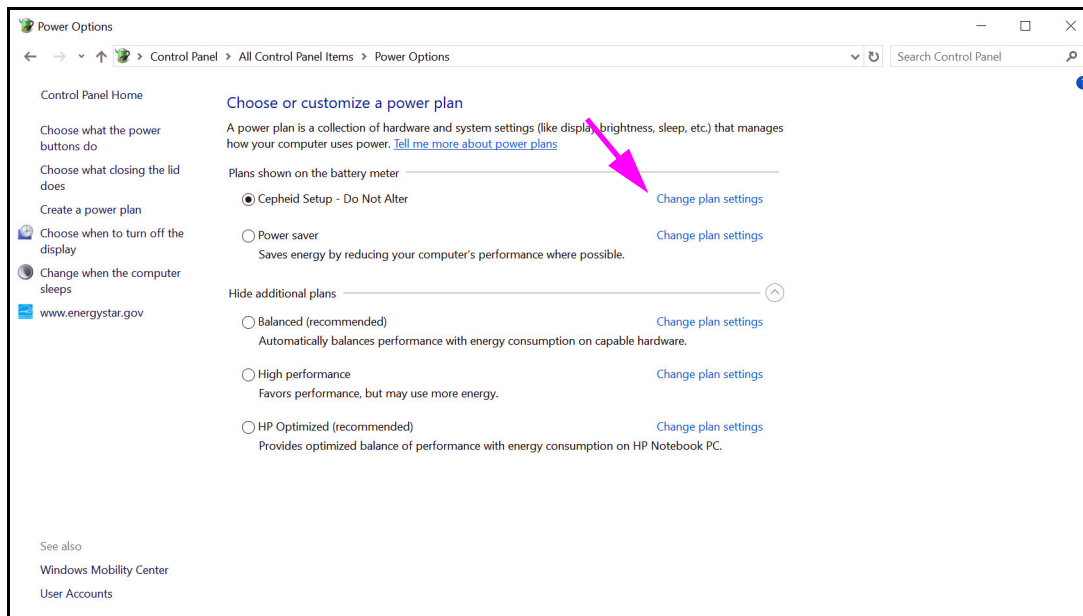
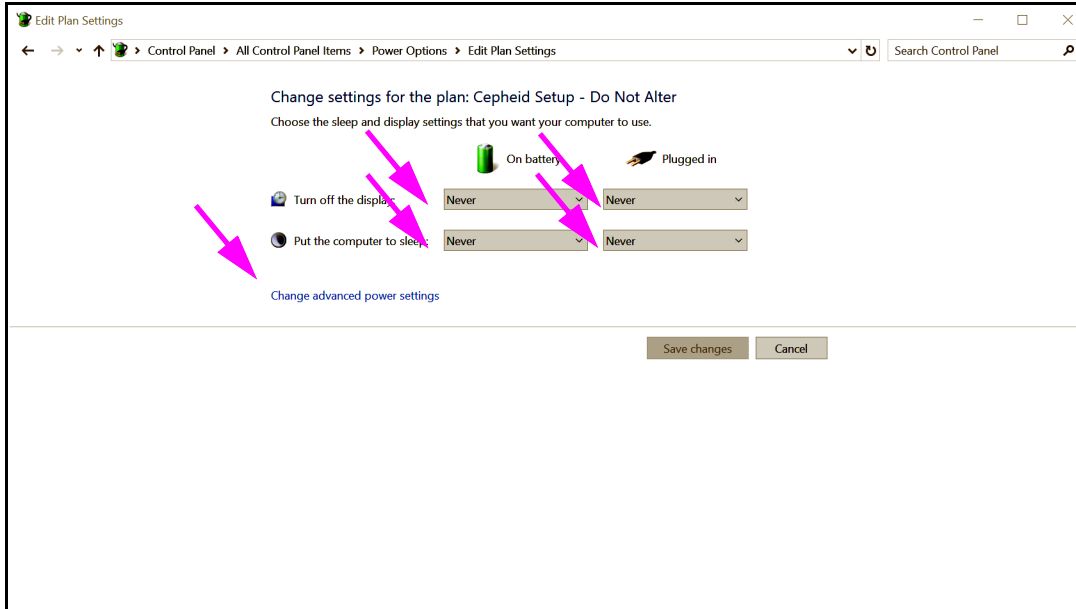
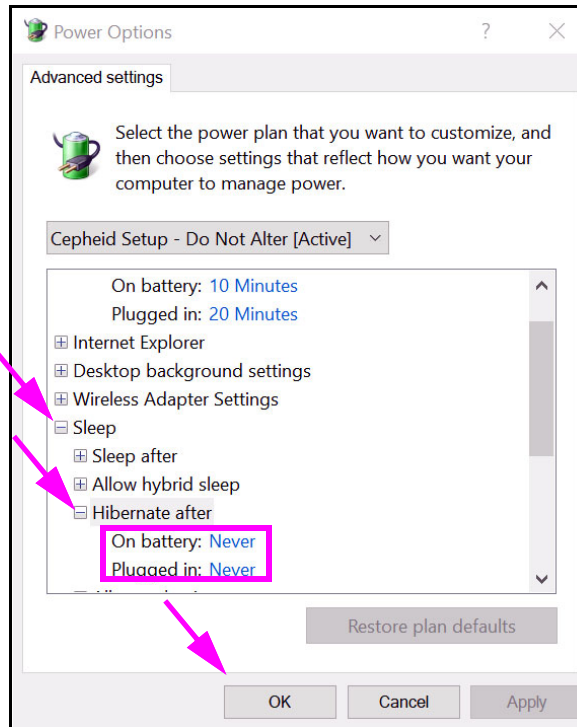

Abbildung 2-25. Fenster „Power Options“ (Energieoptionen)
Abbildung 2-26. Fenster „Edit Plan Settings“ (Planeinstellungen bearbeiten).
Abbildung 2-27. Fenster „Power Options – Advanced Settings (Sleep)“ (Energieoptionen – Erweiterte Einstellungen (Standbymodus))
3. Klicken Sie im Bereich **Cepheid Setup – Do Not Alter (Cepheid Setup – Nicht ändern)** auf **Change plan settings (Energiesparplaneinstellungen ändern)**. Siehe Abbildung 2-25. Das Fenster „Edit Plan Settings“ (Planeinstellungen bearbeiten) wird angezeigt. Siehe Abbildung 2-26.
4. Vergewissern Sie sich, dass die Funktionen **Turn off the display (Bildschirm ausschalten)** und **Put the computer to sleep (Energiesparmodus nach)** auf **Never (Nie)** eingestellt sind, und zwar sowohl für **On battery (Akku)** als auch für **Plugged in (Netzbetrieb)**. Stellen Sie außerdem sicher, dass der Schieberegler **Adjust plan brightness (Planhelligkeit anpassen)** auf die hellste Einstellung eingestellt ist. Siehe Abbildung 2-26.
5. Klicken Sie auf **Change advanced power settings (Erweiterte Energieeinstellungen ändern)** (siehe Abbildung 2-26). Das Fenster „Power Options – Advanced Settings“ (Energieoptionen – Erweiterte Einstellungen) erscheint. Siehe Abbildung 2-27.
6. Doppelklicken Sie im Fenster „Power Options – Advanced Settings“ (Energieoptionen – Erweiterte Einstellungen) auf **Sleep (Standbymodus)**, um die Liste aufzuklappen, und anschließend auf **Hibernate after (Ruhezustand nach)**. Siehe Abbildung 2-27.
11. **Nur für Laptop-Computer:** Klicken Sie auf **Cancel (Abbrechen)**, um das Fenster „Edit Plan Settings“ (Planeinstellungen bearbeiten) zu schließen. Das Fenster „Power Options“ (Energieoptionen) erscheint (siehe Abbildung 2-25).